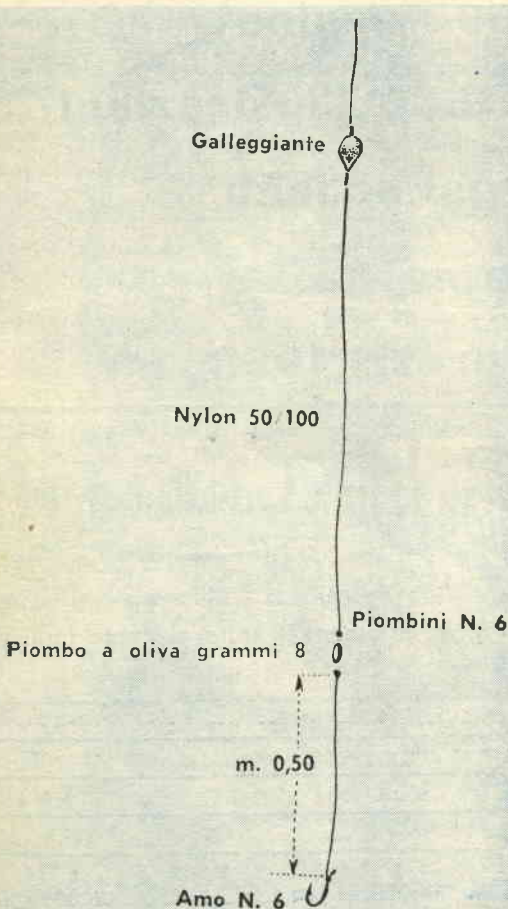

Fig. 1 - Preparazione lenza.
**Fig. 1 - Un raggio di luce che incontra la superficie dell'acqua formando con la verticale un certo angolo  $a$  — diverso da  $0^\circ$  — viene in parte riflesso — 5% — con un angolo  $a' = a$  rispetto la verticale e in parte passa oltre assumendo il nome di raggio rifratto, formando con la verticale un angolo  $a''$  minore di  $a$ .**